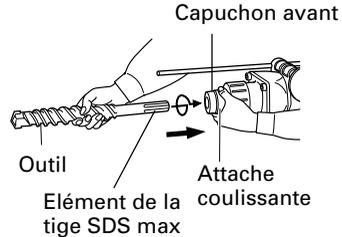

Fig. 2
(1) Nettoyer, puis graisser la queue de l'outil avec la graisse fournie à cet effet en tube vert.
- (2) Pour fixer l'outil (tige SDS max), l'insérer dans l'orifice jusqu'à ce qu'il touche l'extrémité intérieure de l'orifice comme indiqué sur la Fig. 2. Si l'on continue à tourner l'outil en exerçant une légère pression, l'on sentira un endroit où il y a un obstacle. A cet endroit, tirer l'attache coulissante dans le sens de la flèche et insérer l'outil à fond jusqu'à ce qu'il touche l'extrémité intérieure.
- (3) Pour retirer l'outil, tirer complètement l'attache coulissante dans le sens de la flèche et sortir l'outil.